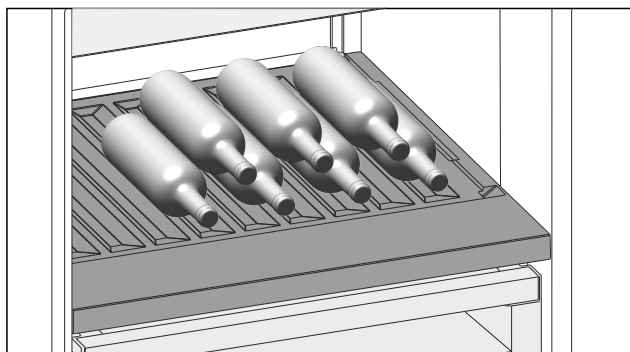

Fig. 108
- ▶ A palackokat az aljukkal hátrafele helyezze a hátfalhoz. (lásd Fig. 108)